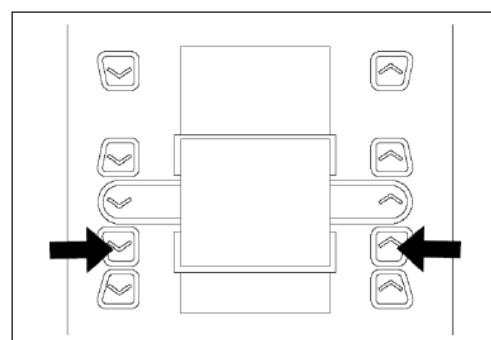
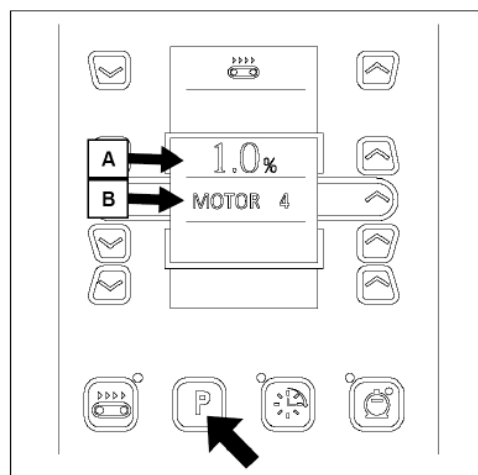

Рис. 15
Рис. 16
- Если печь находится в неактивном состоянии «ВЫКЛ», нажмите обе кнопки «увеличения и уменьшения параметра» на 3 секунды (рис. 15), после чего на дисплее появится следующее (Рис. 16):
- С помощью кнопок «увеличения и уменьшения параметра» установите желаемое значение, затем для сохранения значений и выхода из процедуры конфигурирования нажмите кнопку P (рис. 16).